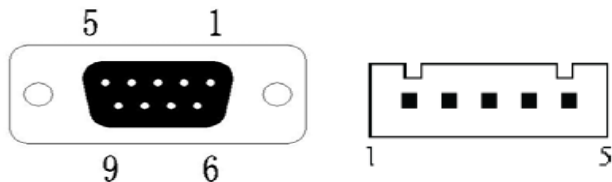

图 5-1
■A 型 485 接口 DB-9 芯孔座, 引脚序号如图 5-1: ■485 接口各引脚定义: